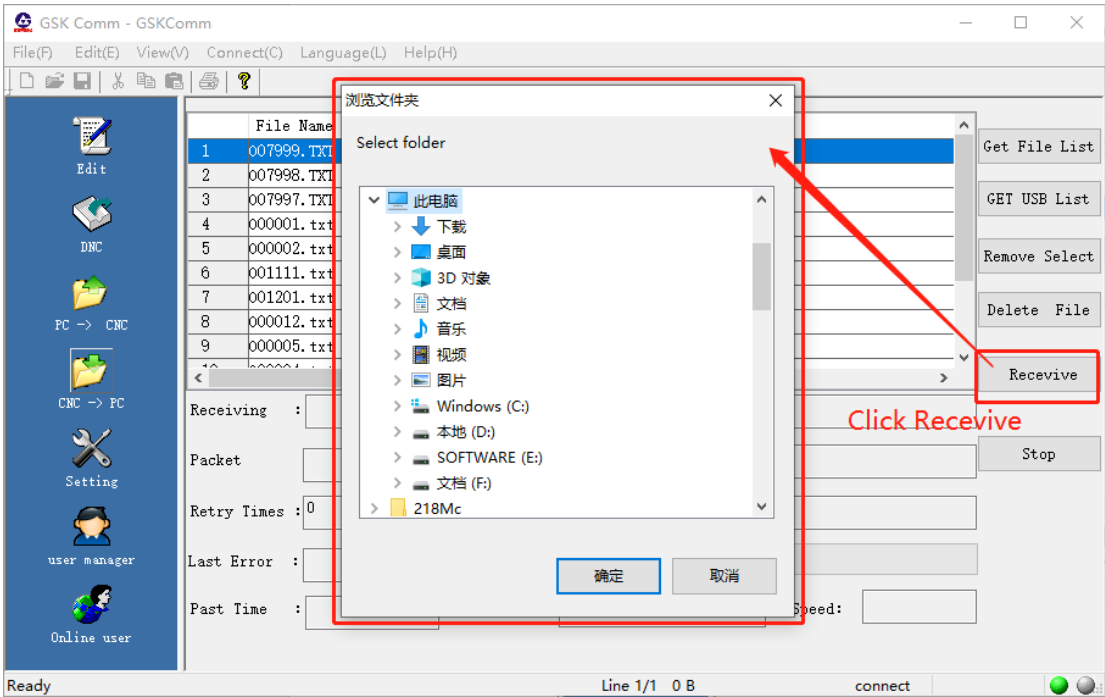

Figura 11-3-2-7
4. Una vez recibido el archivo, aparecerá “recibido” en la barra de estado del ítem de lista de archivos. Como se muestra en la figura 11-3-2-8.